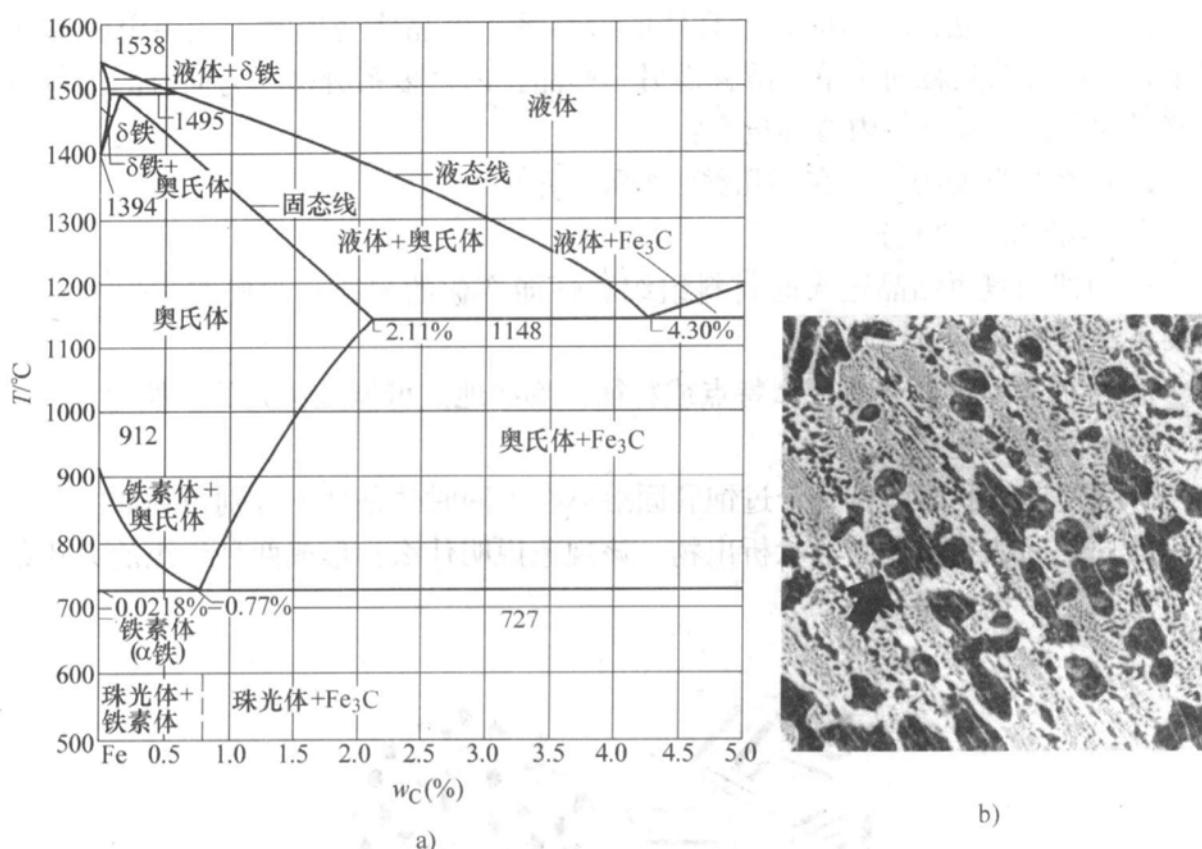

图 11-1 第四题第 1 小题图
1. 图 11-1 为铁碳相图和一个含 3.5% C 的铁碳合金缓冷凝固组织。说明或示意画出此合金由液相缓冷到共析温度以下的组织变化过程，并说明图 11-1b 的最终组织；计算图 11-1b 中箭头所指的树枝状组织的重量百分量；再分别计算共析转变后合金中铁素体和全部的珠光体组织重量百分量 (Fe_3C 含 6.69% C)。